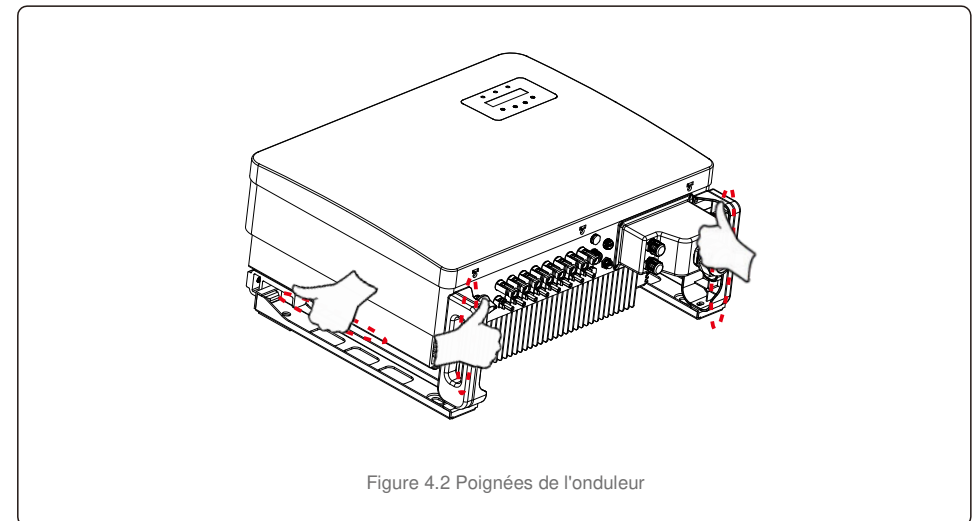

Figure 4.2 Poignées de l'onduleur
2. Ouvrez le carton. En vous faisant aider d'une autre personne, manipulez les deux côtés de l'onduleur à travers la zone indiquée en pointillé (voir la figure 4.2).